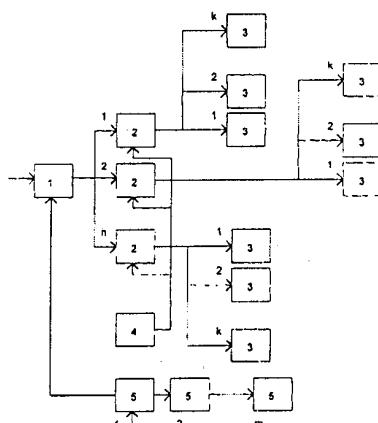

Рис.7
**Устройство для автоматического определения номера автобусного (или вообще любого транспорта) маршрута и расписания движения** описано в патенте Франции 2642553. На автобусе закреплен блок с инфракрасным излучателем 1 (рис.7). Блок передает непрерывно информацию в кодовой форме о номере маршрута, времени прибытия в конечный пункт и др. Когда автобус подъезжает к остановке, микрофонный блок 3 улавливает шум мотора и включает инфракрасный приемник 2, который принимает информацию от излучателя 1 автобуса, расшифровывает ее и подает на электронное табло 4. В результате на табло высвечивается номер подъезжающего автобуса, время отправления, время прибытия в конечный пункт и другие необходимые пассажираму сведения.